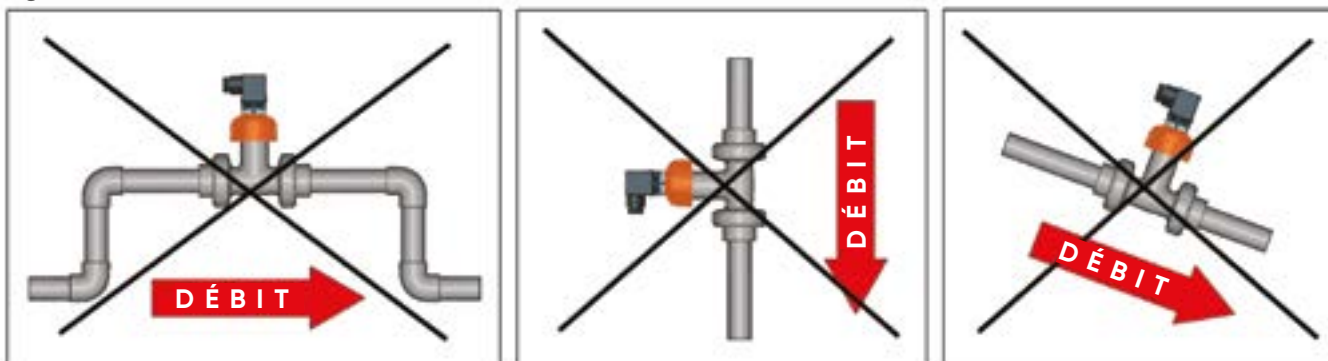

Fig. 3
- Les trois installations illustrées à la **Fig.3** doivent être évitées à moins d'avoir la certitude absolue qu'il n'y a pas de bulles d'air dans le tuyau.